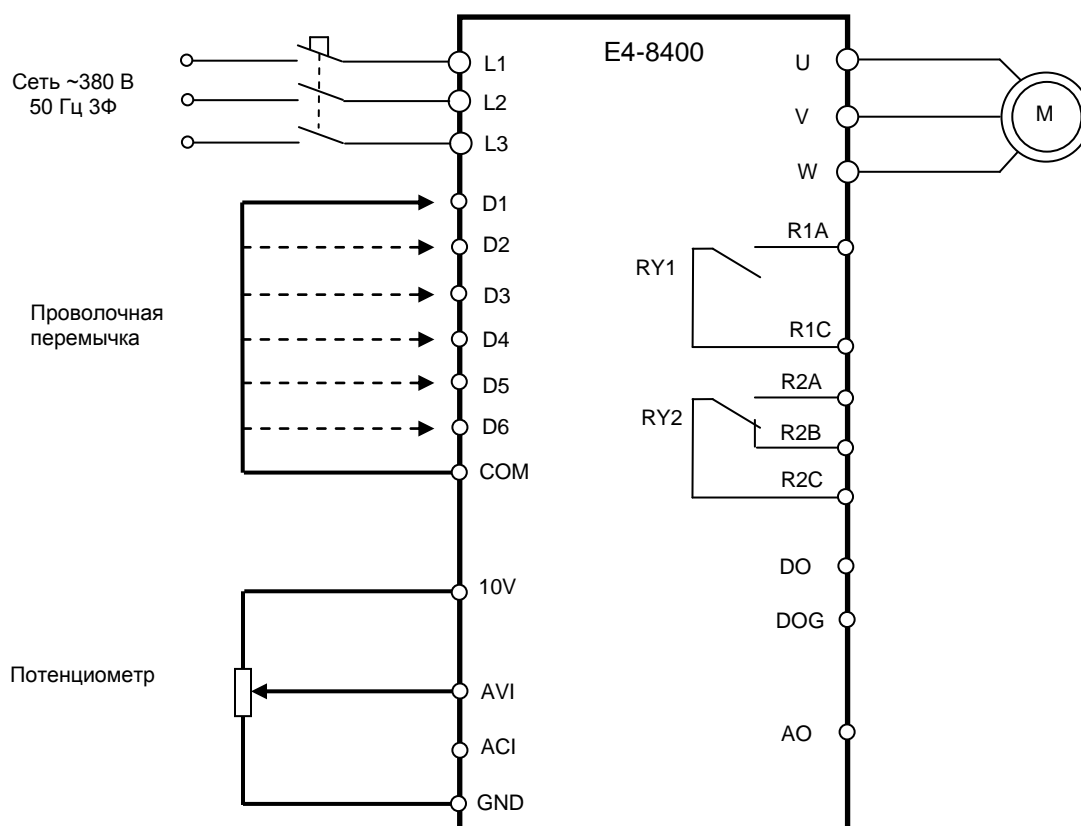

Рис.4.10
4.12.1. Присоединить один конец проволочной перемычки к клемме COM. Крайние выводы потенциометра присоединить к клеммам 10V и GND, средний - к AVI (рисунок 4.10).
4.12.3. Вывести на дисплей пульта управления отображение состояния дискретных входов (параметр U1-10), наблюдать индикацию согласно рис. 4.12. Поочередно подсоединяя свободный конец переключки (см. рис. 4.10) к клеммам D1...D6, наблюдать поочередное появление индикации на пульте управления (рис.4.13, а...е).